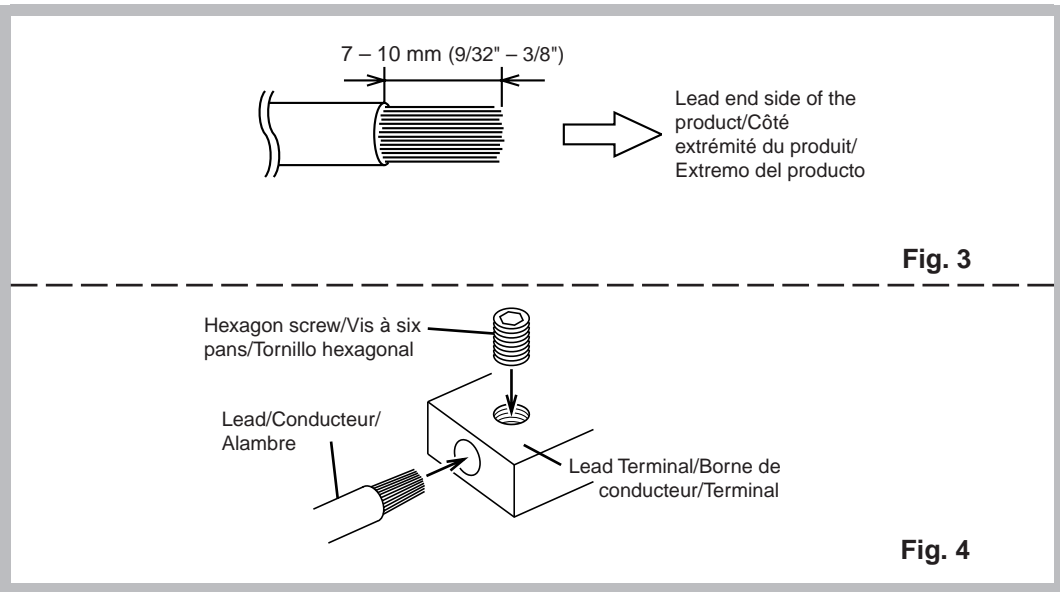

Fig. 4
3. Remove the screw attached on the unit. Insert the lead end into the lead terminal. Tighten the hexagon screw with the hexagon wrench, and the lead will be fixed. (Fig. 4)
3. Retirer la vis fixée à l'appareil. Insérer le bout du conducteur dans la borne de conduction. Serrer la vis à six pans à l'aide d'une clé mâle, et le conducteur est fixé. (Fig. 4)